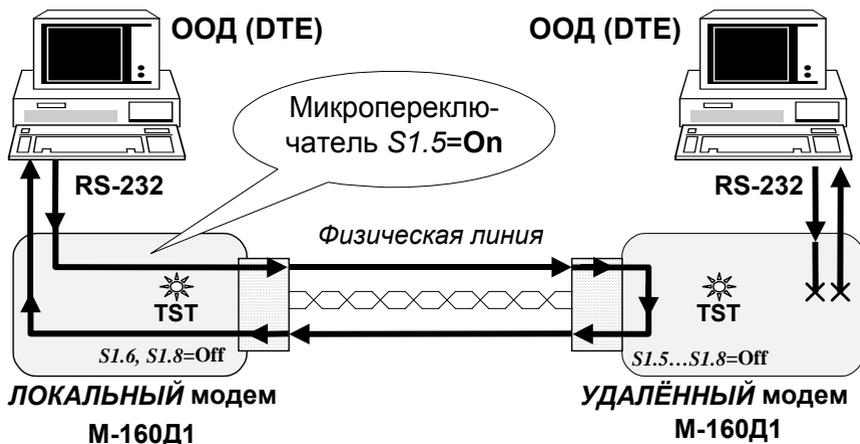

Рис. 8 Проверка Удаленный шлейф (RDL)
Проверка *Удаленный шлейф (RDL)* устанавливает заворот данных (шлейф) на УДАЛЕННОМ модеме в сторону ЛОКАЛЬНОГО модема. Проверка *Удаленный шлейф (Remote Digital Loopback)* обеспечивает возможность полной проверки канала передачи данных, образованного с помощью двух модемов М-160Д1. Рис. 8 иллюстрирует принцип проверки *Удаленный шлейф (RDL)* для одного направления. Модем позволяет выполнить проверку канала передачи данных как с помощью внешнего ООД (DTE), так и в автономном режиме с помощью встроенного анализатора – *BER*-тестера.
Для организации проверки канала передачи данных в режиме *Удаленный шлейф (RDL)* с помощью ООД (DTE) необходимо подключить модемы и установить требуемые параметры обмена (переключатель  $S1.8=Off$ ). Затем на одном модеме, назовем этот модем **ЛОКАЛЬНЫМ**, необходимо установить переключатель  $S1.5$  в положение **On**. На другом модеме, см.Рис. 8, назовём его **УДАЛЕННЫМ**, переключатели  $S1.5...S1.8$  должны находиться в положении **Off** (рабочий режим).
1. **ЛОКАЛЬНЫЙ** модем переводит выходную цепь  $DCD$  RS-232 в пассивное состояние, гасит индикатор **CD**, затем переводит **УДАЛЕННЫЙ** модем в режим заворота данных в физическую линию, см.Рис. 8.